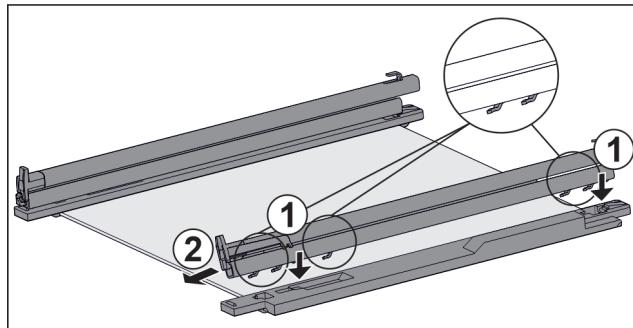

Fig. 120 带轨道和固定件的玻璃隔板
- ▶ 将轨道的挂钩放到左侧固定件的孔上。Fig. 120 (1)
- ▶ 向前拉轨道。Fig. 120 (2)
- ▶ 将轨道的挂钩放到右侧固定件的孔上。Fig. 120 (1)